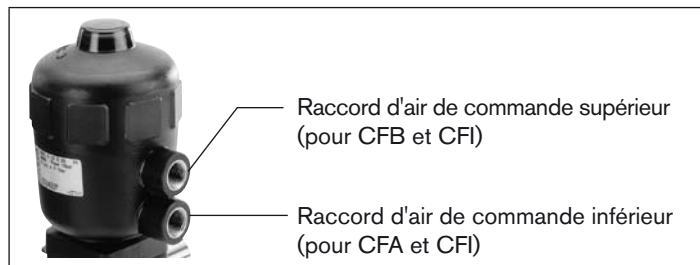

Fig. 8: Raccord d'air de commande
- Appliquez de l'air comprimé sur le raccord supérieur d'air de commande (valeur indiquée sur la plaque signalétique) (voir Fig. 8: Raccord d'air de commande »).